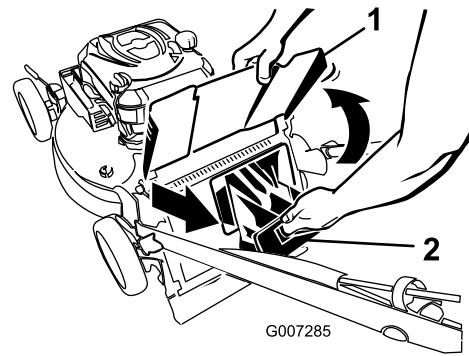

Bild 30
2. Ziehen Sie die Heckauswurfklappe ab (Bild 30).
1. Heben Sie das Auswurfablenklech an und halten es hoch (Bild 30).